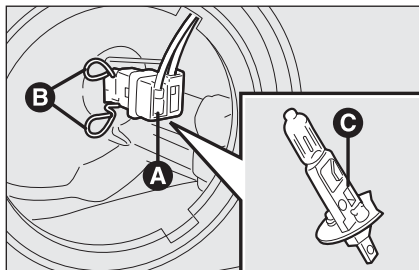

fig. 22
- débrancher le connecteur électrique **A-fig. 22**;
- décrocher le ressort de retenue de l'ampoule **B-fig. 22**;
- enlever l'ampoule **C-fig. 22** et la remplacer